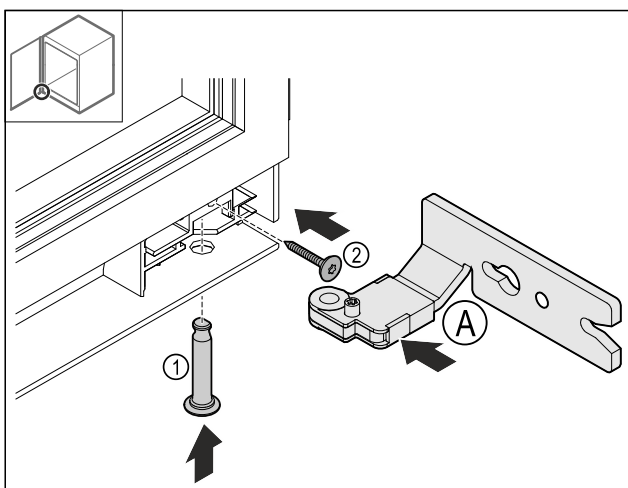

Fig. 26
- ▶ Установите нижний шарнир Fig. 26 (A).
- ▶ Вставьте и зафиксируйте палец Fig. 26 (1).
- ▶ Затяните винт Fig. 26 (2).